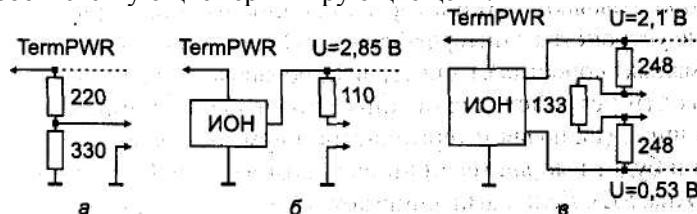

Рис. 5.4. Терминаторы SCSI: а — SE пассивные, б — SE активные, в — LVD'
проводам каждой пары. Варианты схем терминаторов для SE и LVD приведены на рис. 5.4, где изображены нагрузочные цепи для одной: сигнальной линии. Все терминаторы (не только «активные»!) нуждаются в питании; которое на них поступает по специальным линиям TERMPWR (+5.В).
- ◆ *Пассивные терминаторы SE* (рис. 5.4, а) имеют импеданс 132 Ом, что плохо согласуется с ленточным кабелем шины. Эти терминаторы пригодны лишь для «обычного» интерфейса SCSI (скорость передачи до 5/10 Мбайт/с в «узком»/«широком» вариантах). Для Fast SCSI, Ultra SCSI и далее они непригодны.
- ◆ *Активные терминаторы SE* (рис. 5.4, б) имеют импеданс 110 Ом, что позволяет их использовать на более высоких скоростях в Fast SCSI; Их «активность» заключается лишь в наличии внутреннего источника опорного напряжения, (ИОН) +2,85 В, питающегося от тех же линий TermPWR. Микросхемы активных терминаторов имеют и электронные ключи, включенные последовательно в каждую линию. Ключи управляются общим сигналом, позволяющим включать-отключать терминатор.
- ◆ *Терминаторы для LVD* (рис. 5.4, в) имеют дифференциальной импеданс 105 Ом (линейный — 150 Ом). Здесь два источника опорных напряжений обеспечивают между прямым и обратным проводами смещение 112 мВ (в их пассивном состоянии).